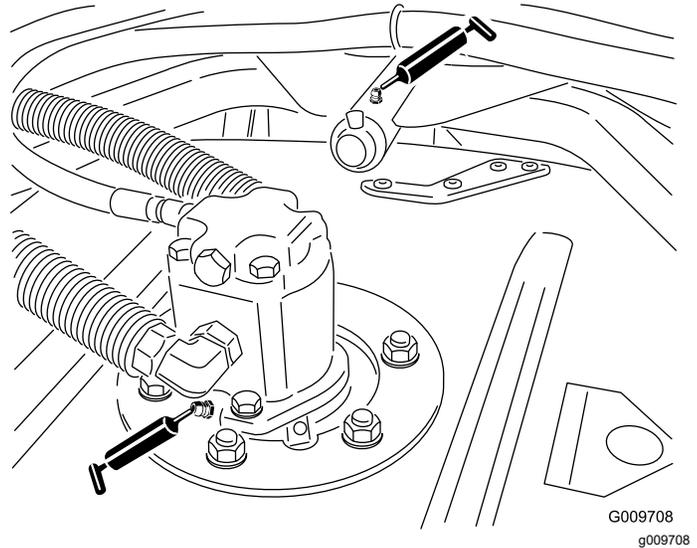

Figure 39
- Roulements d'axes de pivot d'unité de coupe (2 par unité de coupe), comme montré à la Figure 39.
- Roulements de bras de bâti porteur d'unité de coupe (1 par unité de coupe), comme montré à la Figure 39.